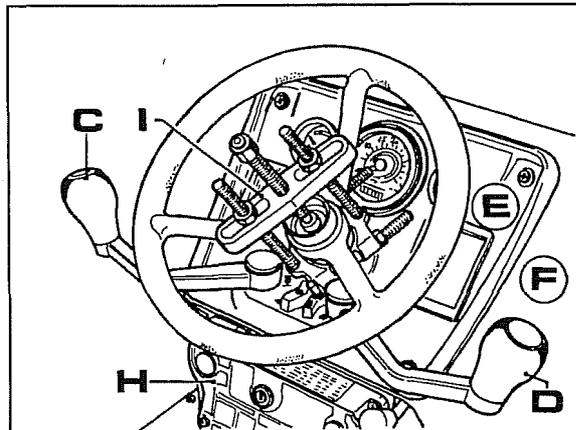

Fig. 9
2. Con el empleo de un extractor del tipo ilustrado en la fig. 9 (**I**), quitar el volante.
3. Quitar la palanca mando reductor **C**, mando cambio **D** y el salpicadero **E** fig. 9.
4. Quitar el tablero de arranque **H** fig. 9, luego desconectar entre sí los bloques de la instalación eléctrica delantera y trasera.
5. Quitar el enchapado (o las láminas) **F** fig. 9 que sostienen el salpicadero.